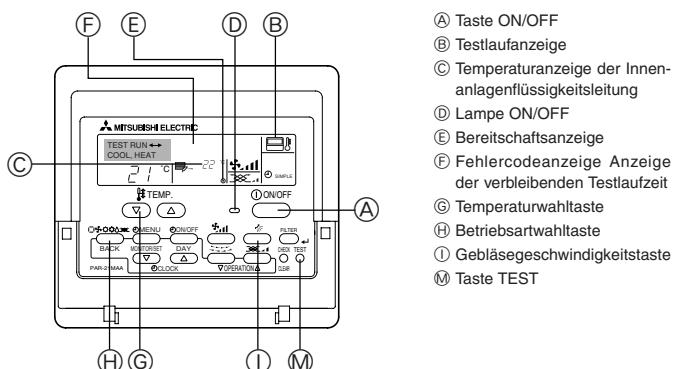

Fig. 8-1
8.2. Testlauf (Verwendung der verdrahteten Fernbedienung) (Fig. 8-1)
- ① Den Strom mindestens 12 Stunden vor dem Testlauf einschalten.
- ② Die [TEST]-Taste zwei Mal drücken. ➔ "TEST RUN"-Flüssigkristallanzeige (LCD)
- ③ Die Betriebsartwahltafel drücken. ➔ Vergewissern Sie sich, dass Luft ausgeblasen wird.
- ④ Die Betriebsartwahltafel drücken und die Betriebsart Kühlen (oder Heizen) einschalten.